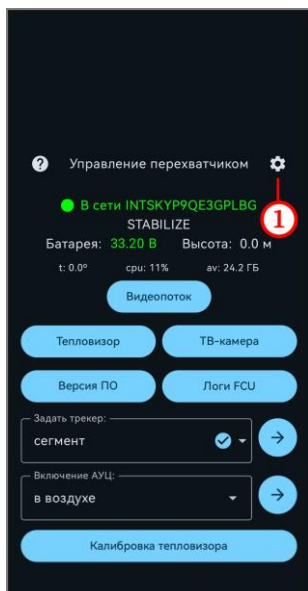

Рисунок 53
- перейти в настройки по нажатию кнопки  (рисунок 53, шаг 1);